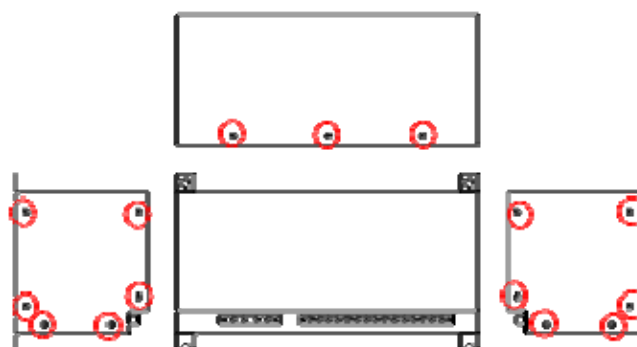

図7.機器収納箱 カバー固定用ネジ（赤丸枠内）
- ① 機器収納箱に接続された配線を外し、制御盤から取り外す。
- ② 図7の赤丸枠に示すネジを外し、カバーを外します。
- ③ 機器収納箱内部に取り付けてあるヒューズを外し、溶断が確認される場合、付属品のヒューズ（0.5A）と交換を行う。
- ④ カバーを取り付け、制御盤へ取り付ける。
- ⑤ 機器収納箱への配線を元に戻す。